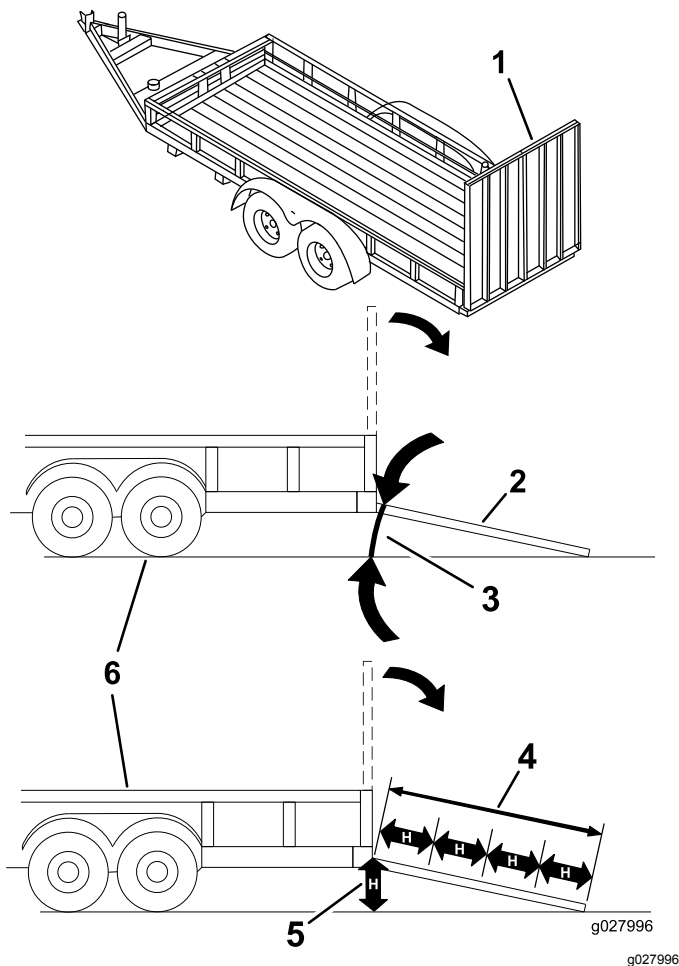

Рисунок 34
При погрузке машины на прицеп или грузовик повышается вероятность опрокидывания, что может привести к получению тяжелой травмы или гибели (**Рисунок 34**).
3. Опустите наклонный въезд, убедившись в том, что угол между наклонным въездом и землей не превышает 15° (Рисунок 34).
1. Опустите наклонный въезд, убедившись в том, что угол между наклонным въездом и землей не превышает 15 градусов (Рисунок 34).